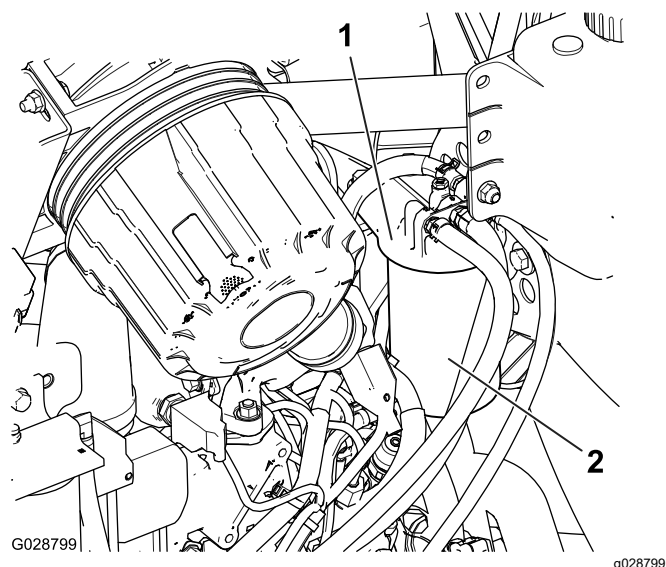

Figure 50
1. Nettoyez la surface autour de la tête du filtre à carburant (Figure 50).
2. Déposez le filtre et nettoyez la surface de montage de la tête du filtre (Figure 50).